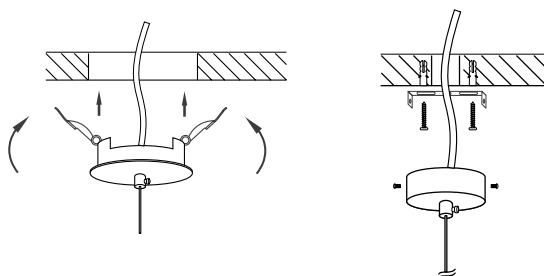

Рис. 3. Установка и подключение светильника
- Закрепите светильник на поверхности винтами из комплекта поставки, как показано на рис. 3.